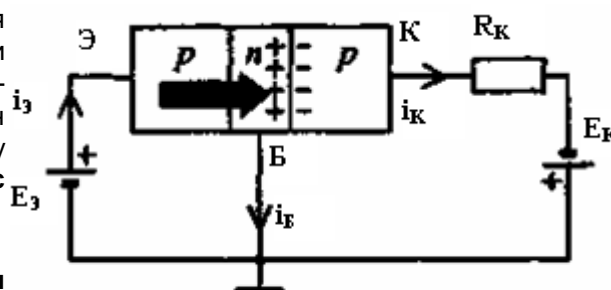

Рис. 1.16
На рис. 1.16 приведена схема включения транзистора с подключенными источниками постоянного напряжения и коллекторным резистором. В этой схеме с корпусом соединен вывод базы транзистора. Поэтому эту схему называют **схемой включения транзистора с общей базой (ОБ)**.
- 1) **активный режим** – открыт эмиттерный переход и закрыт коллекторный переход (рис. 1.16);
Для получения этого режима необходимо в схеме (см. рис. 1.16) изменить полярность источника $E_Э$ на противоположную;
3) **режим насыщения** – два р-п-перехода транзистора открыты и через них протекают прямые токи. Для получения этого режима необходимо в схеме (см. рис. 1.16) изменить полярность источника $E_К$ на противоположную;
4) **инверсный режим** – открыт коллекторный переход и закрыт эмиттерный переход. Для получения этого режима необходимо в схеме (см. рис. 1.16) изменить на противоположные полярности источников $E_К$ и $E_Э$.